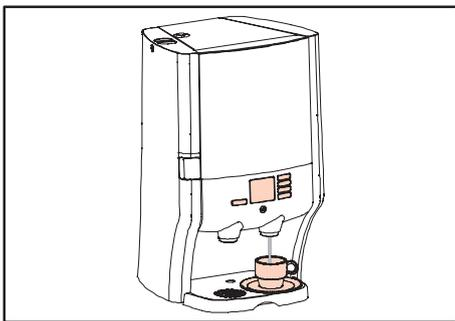

Fig. 12 Placez une tasse sous le bec de sortie
1. Placez une tasse sur la grille d'égouttage sous le bec de sortie de droite (fig. 12).